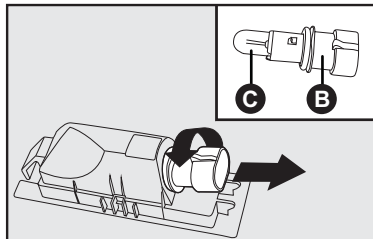

fig. 25
- retirar o suporte da lâmpada **B-fig. 25**, girando-o no sentido anti-horário;
- retirar a lâmpada **C-fig. 25** puxando-a de sua sede;